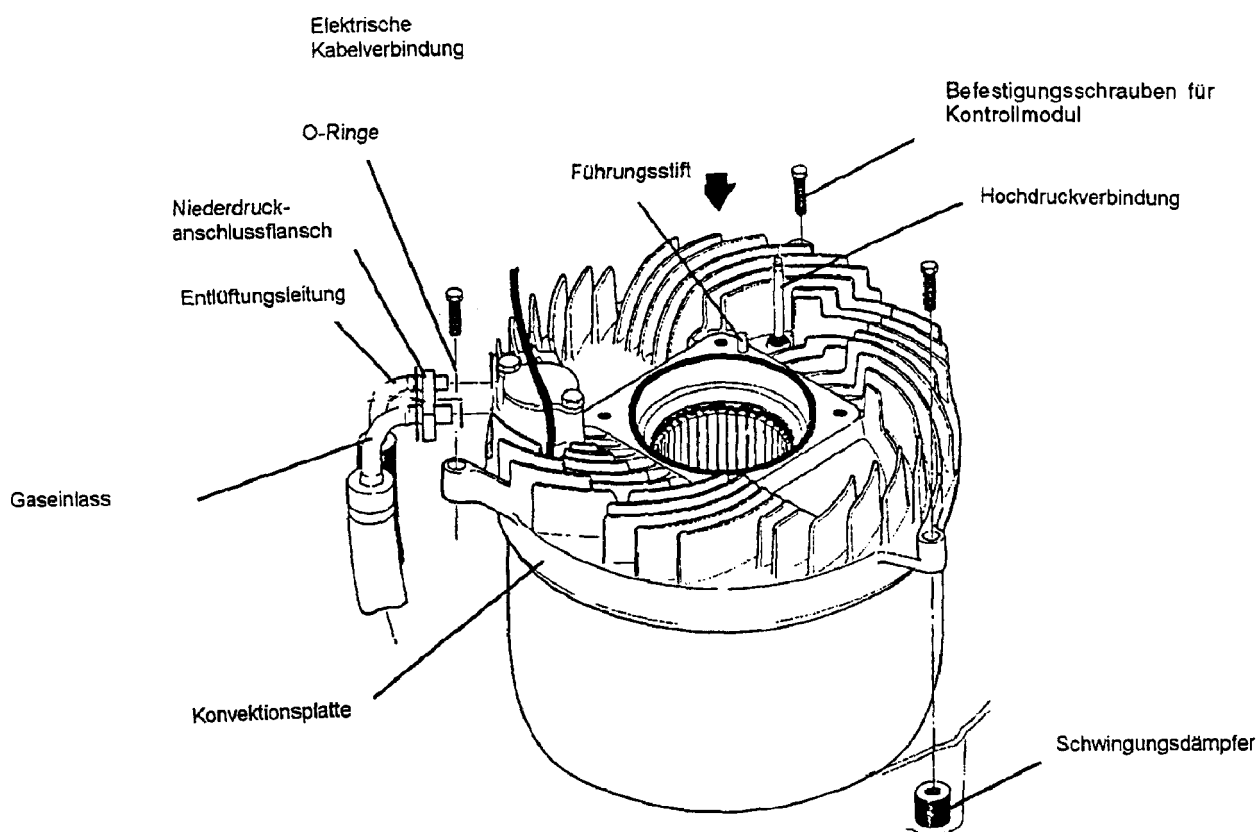

Bild 13 Kontrollmodul
- Bevor der Niederdruckflansch (Bild 13) entfernt wird, muss sichergestellt werden dass kein eventuell noch vorhandener Gasdruck im Abblasbehälter vorhanden ist (bei verstopfter Entlüftungsleitung)
- Entfernen der O-Ringe am Niederdruckflansch (Bild 13), Harte sowie beschädigte O-Ringe müssen ersetzt werden.(O-Ringe nur über eine FuelMaker Vertretung beziehen)